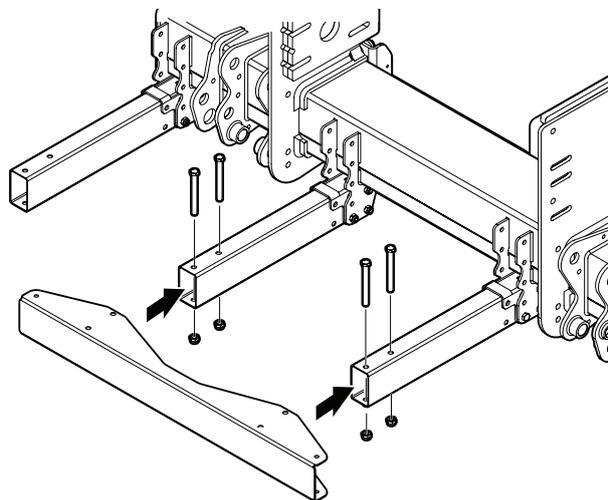

Abbildung 53. Montage des inneren Blechprofils
2. Das mittlere Blechprofil mit den 4 Schrauben M12x110 an den Halterungen montieren. siehe Abbildung 53.